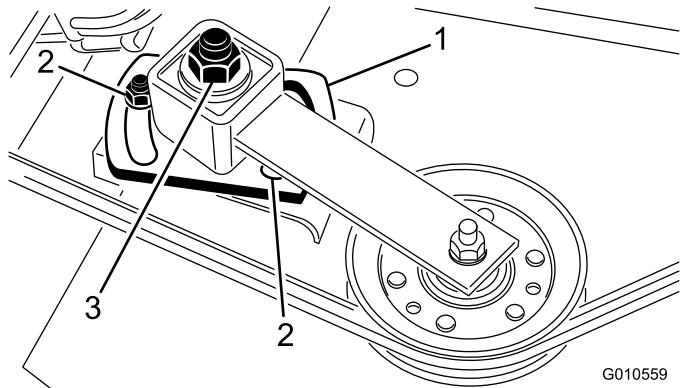

図 4
2. アイドラプレートを固定しているナット2個を外してアイドラブーリがベルトを押す力を解除する図 4。
3. 右スピンドルブーリからベルトを取り外す図 4。